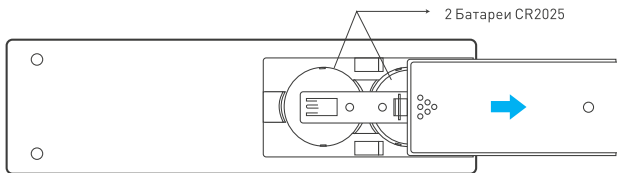

Рис. 1. Схема установки батарей в батарейный отсек.
- 3.2. Откройте батарейный отсек пульта и установите элементы питания. Соблюдайте полярность установки, обозначенную на корпусе. На Рис. 1 показана схема установки батарей.